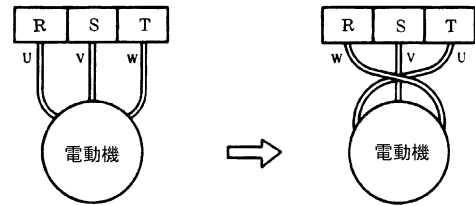

図 5
- (1) スイッチを一、二度入れたり切ったりして始動に異常のないことをご確認ください。
- (2) 電圧が定格電圧の±10%以内までは差支えありませんが著しく低下している場合は始動しません。(電気的仕様は[A]製品仕様の\*2参照)
- (3) 次に回転方向を確認してください。ポンプを運転し、吐し量が少なく異常音を発する場合は逆回転ですから、三のうち二相を入れ替えてください。(図5参照)